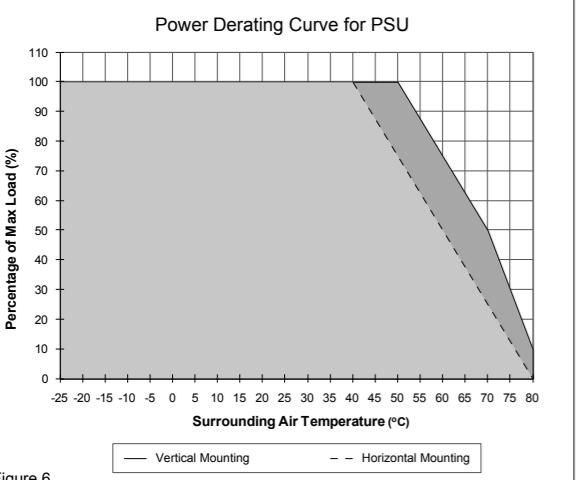

Figure 6
Leistungstemperaturbereich (Umgebungstemperatur)	-25°C bis +80°C (Leistungsherabsetzung gemäß Abb. 6)
4. Thermal behavior (Fig. 6)